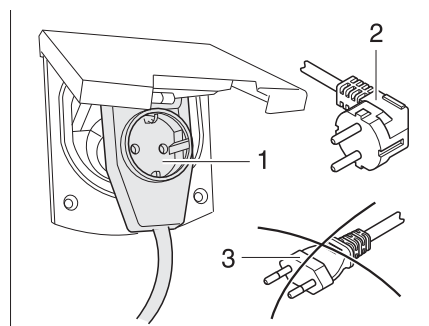

Fig. 236 Raccordement à un adaptateur coudé avec prise de courant
► En cas d'utilisation d'une prise CEE 17 coudée avec prise de courant en face arrière (Fig. 236,1), utiliser uniquement une fiche caoutchoutée et scellée IP 44 avec contact de mise à la terre (Fig. 236,2). Ne pas utiliser de fiche sans contact de mise à la terre (Fig. 236,3). Danger d'électrocution !